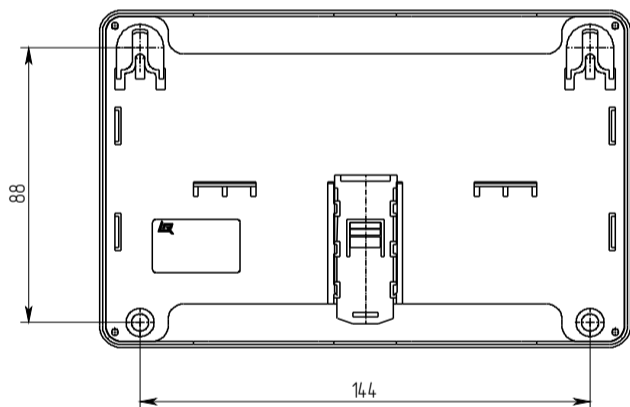

Рисунок 3
- в месте установки контроллера просверлить два верхних отверстия под дюбели с шурупами диаметром 4 мм согласно установочным размерам (рисунок 3);